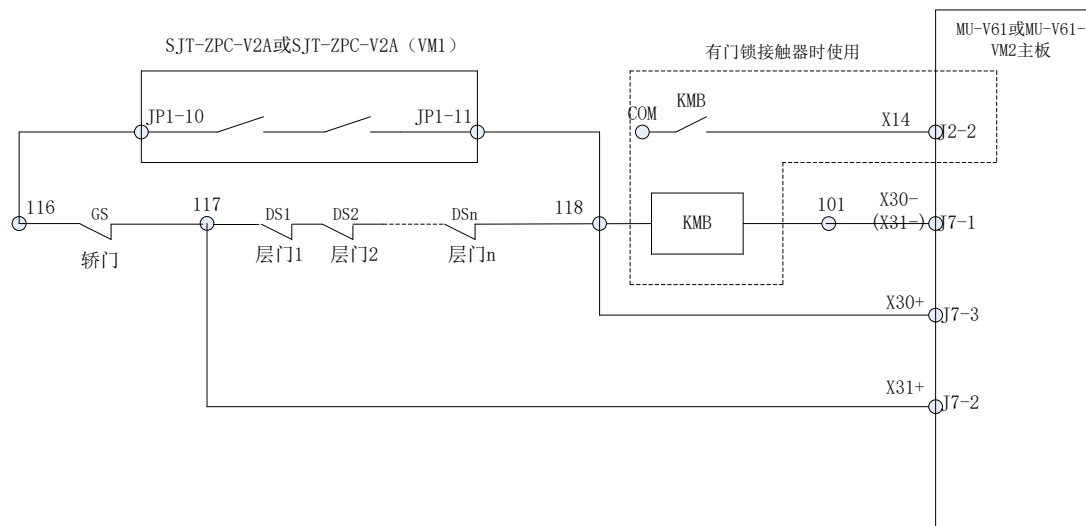

图 F12.1 BL6 一体机单开门电梯的一体机系统层、轿门短接检测方案
- 如图 F12.1 所示，当轿门被短接时（116 和 117），电梯开门后，轿门打开，但轿门接通检测将检测到接通，X30 无效、X31 有效，系统将输出 26 号故障，禁止关门运行。
如图 F12.1 所示，必须安装安全电路板（SJT-ZPC-V2A 型或 SJT-ZPC-V2A(VM1) 型），并且开启提前开门或再平层功能（F4-06-19 或 F4-06-20 必须设置为 ON）。